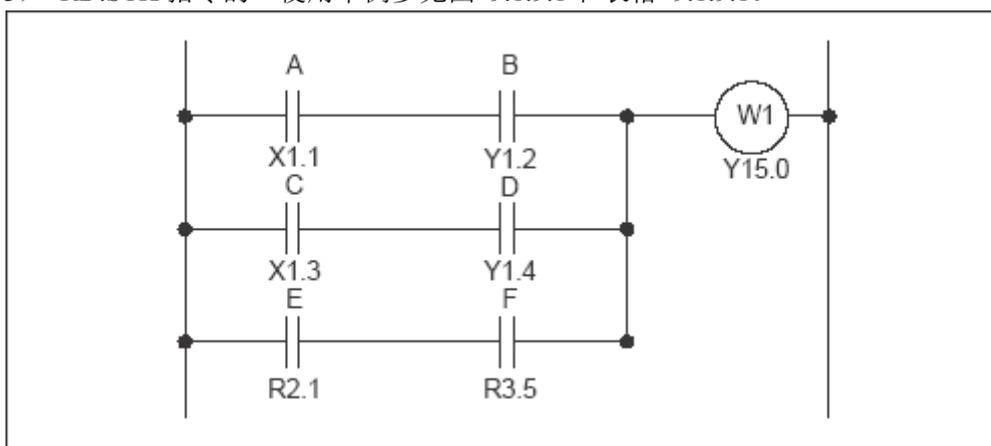

图 9.1.9.1 梯形图
- (1) 指令格式 RD.STK ANNN.B
- (2) 逻辑运算的中间结果入栈。把寄存器内容左移 1 位后，将指定地址的信号状态设置到 ST0。
(3) RD.STK 指令的一使用举例参见图 9.1.9.1 和表格 9.1.9.1。